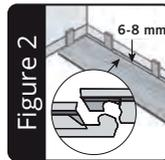

Figure 2
**2.** Die Verlegung sollte in einer Ecke begonnen werden (linksseitig) und mit der Nut zur Wand. Beachten Sie einen Randabstand von 6 mm, um Bewegungen des Unterbodens auszugleichen (Abbildung 2).
ANMERKUNG: Achten Sie beim Kürzen von RIGID CLICK Paneelen darauf, dass Sie immer die kurze Seite mit der Feder abschneiden (Abbildung 2). Das verbleibende Stück kann dann am anderen Raumeende verwendet werden um die Reihe abzuschliessen (Abbildung 8), sofern die Grundfläche dies zulässt.